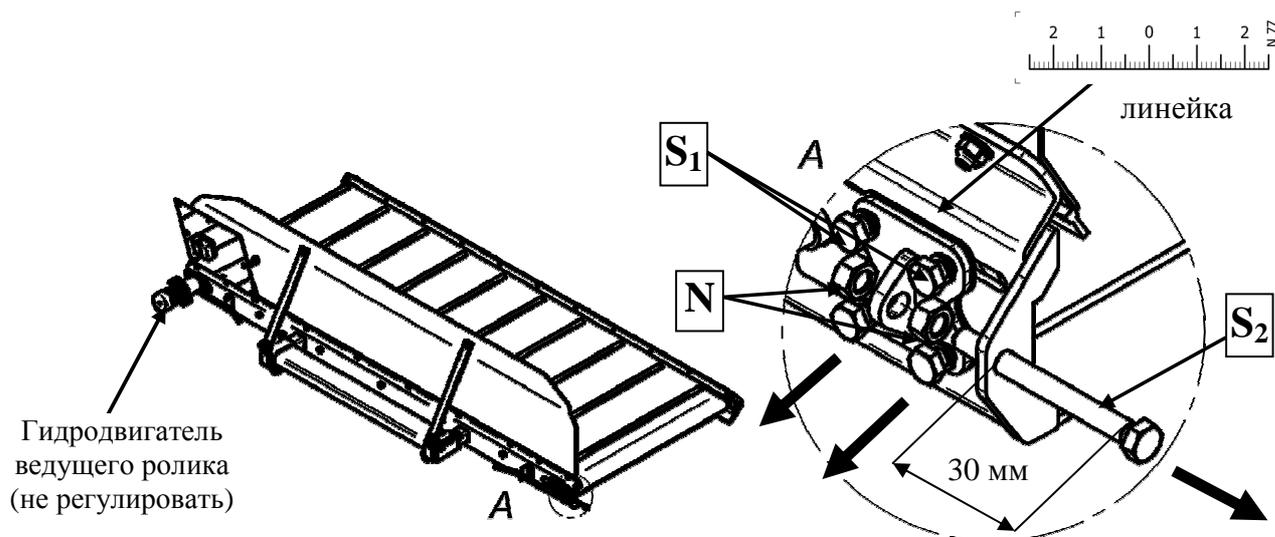

Рис. 42.
2. Травить механизм натяжения ленты натяжного ролика - болта M10 - S1, гайки M12 - N2 и открутить регулировочный винт M12 - S2 на около 30 мм (Рис. 42)